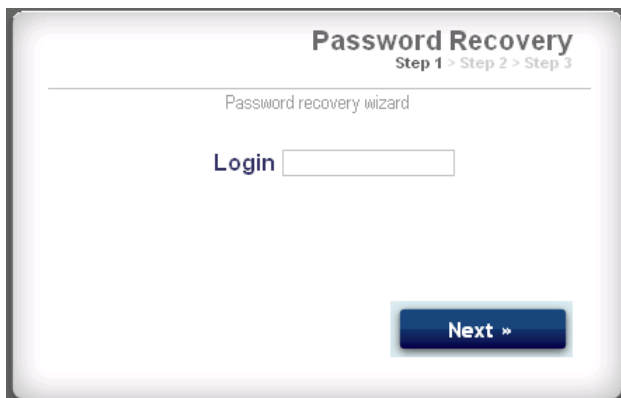

FIG. 34: Recuperación de la contraseña paso 1
2. Vea FIG. 34. El sistema le pedirá su nombre de usuario. Escriba el nombre que introdujo en el paso 5 en la página 17, luego haga click en Next.